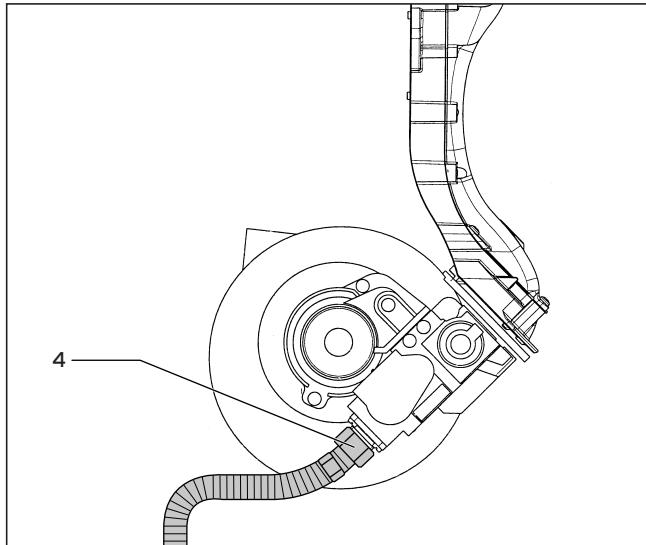
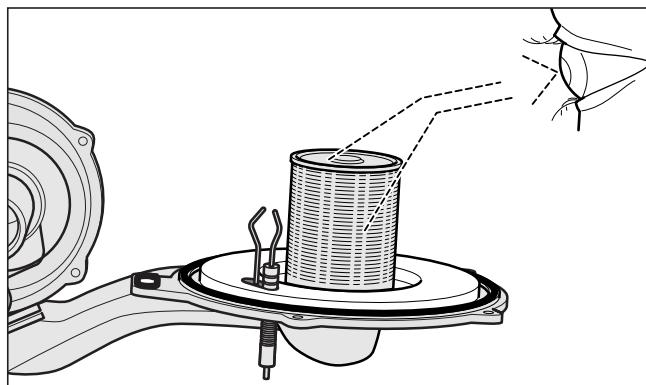

Рис. 7.2 Отсоединение и присоединение газового штуцера к газовой арматуре
Рис. 7.5 Проверка горелки
- Отпустите крепежный винт (1) трубы всасывания воздуха и поверните трубу всасывания воздуха (2) вперед; затем снимите трубу со всасывающего патрубка.
- Вытащите оба штекера запального и заземляющего провода из запального электрод (3).
- Отсоедините линию подачу газа (4) на нижней стороне газовой арматуры (рис. 7.2).
Опасность ожогов и травмирования из-за выхода горячих продуктов сгорания! Оба силиконовых уплотнения (1) на термо-модуле (рис. 7.5) (ET-№ 981 046) необходимо заменять после каждого демонтажа модуля в рамках технического обслуживания! Изоляция фланца горелки (2) на термо-модуле (рис. 7.5) (ET-№ 210 734) не должна иметь повреждений. В противном случае заменить ее.
- Замените силиконовые уплотнения (1)
- Установите термо-модуль (8) на интегральный конденсационный теплообменник (9).
- Равномерно затяните 5 гаек (7) в крестообразном порядке.
- Установите трубу всасывания воздуха (2) на всасывающий патрубок и затяните винт (1).
- Присоедините линию подачу газа (4) с новым уплотнением (ET-№ 980 012) к газовой арматуре (рис. 7.2). При этом для удерживания используйте поверхность под ключ на гибком газопроводе.
- Подключите оба штекера запального и заземляющего провода к запальному электроду (3).
- Присоедините кабель (5) к двигателю вентилятора и кабель (6) к газовой арматуре.
Опасность отравлений и пожаров из-за выхода газа в связи с имеющимися неплотностями! Проверить газонепроницаемость газового штуцера (4) аэрозольного течеискателя (рис. 7.2)!